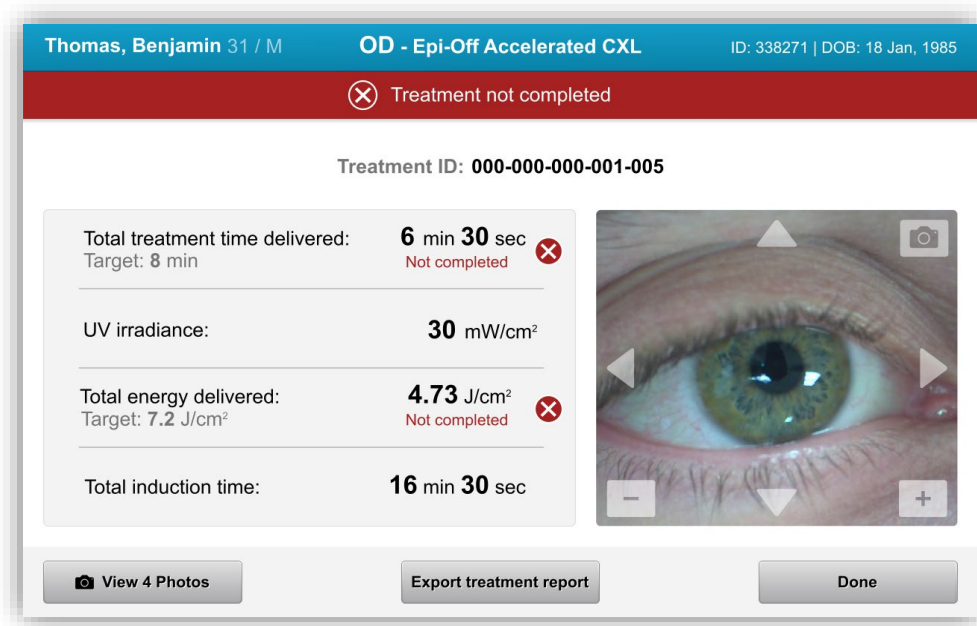

Figure 3-31. Traitement partiel Non terminé
- Des données de traitement partiel seront affichées, comme illustré à la figure 3-31.